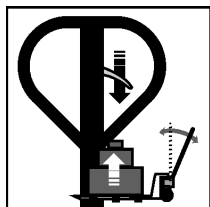

Fig. 7 – Elevando a carga
- Posicione a alavanca para baixo e movimente o cabo para elevar a carga, conforme fig. 7;